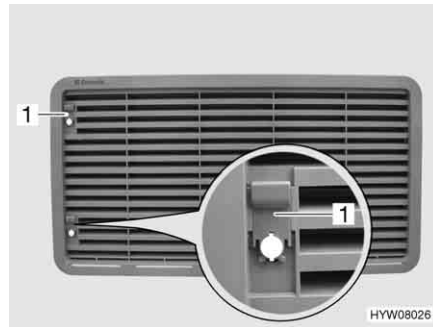

Bild 140 Kühlschrank-Lüftungsgitter
- Schieber (Bild 140,1) nach oben schieben.